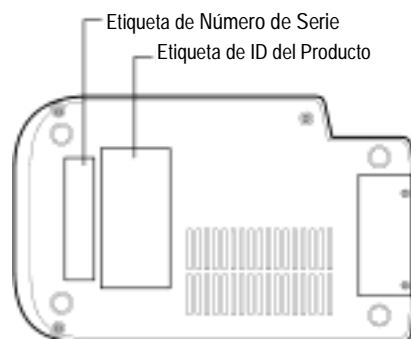

Figura 16 Información del Producto en la Parte Inferior del Terminal
- El modelo o los modelos que han de devolverse. El modelo y el número de pieza están ubicados en la parte inferior de cada terminal. Por ejemplo, OMNI 3200 y P092-xxx-xx (consulte la Figura 16).
(S/N xxx-xxx-xxx) está ubicado en la parte inferior de cada terminal, inmediatamente encima del código de barras (consulte la Figura 16).